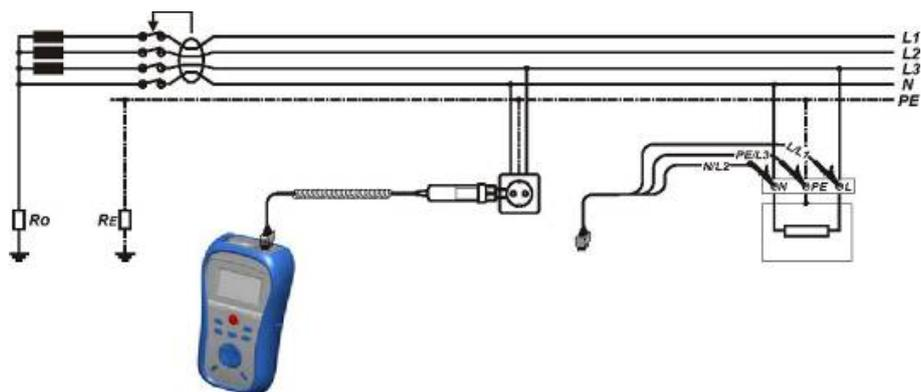

Рисунок 5.2: Подключение щупа «commander» с вилкой или универсального измерительного кабеля
- ❑ **Подключите** измерительные провода к испытываемому устройству (см. рисунок 5.2).
- Подключите** измерительные провода к испытываемой установке (см. рисунок 5.2).
<ul style="list-style-type: none"> <li><input type="checkbox"/> Выберите функцию RCD при помощи переключателя функций.</li> <li><input type="checkbox"/> Выберите подфункцию AUTO.               <ul style="list-style-type: none"> <li><input type="checkbox"/> Установите параметры измерения (при необходимости).</li> <li><input type="checkbox"/> Подключите измерительный кабель к верхней части прибора.</li> <li><input type="checkbox"/> Подключите измерительные провода к испытываемой установке (см. рисунок 5.2).</li> <li><input type="checkbox"/> Нажмите клавишу TEST для выполнения измерения.</li> </ul> </li> </ul>	Начало проверки